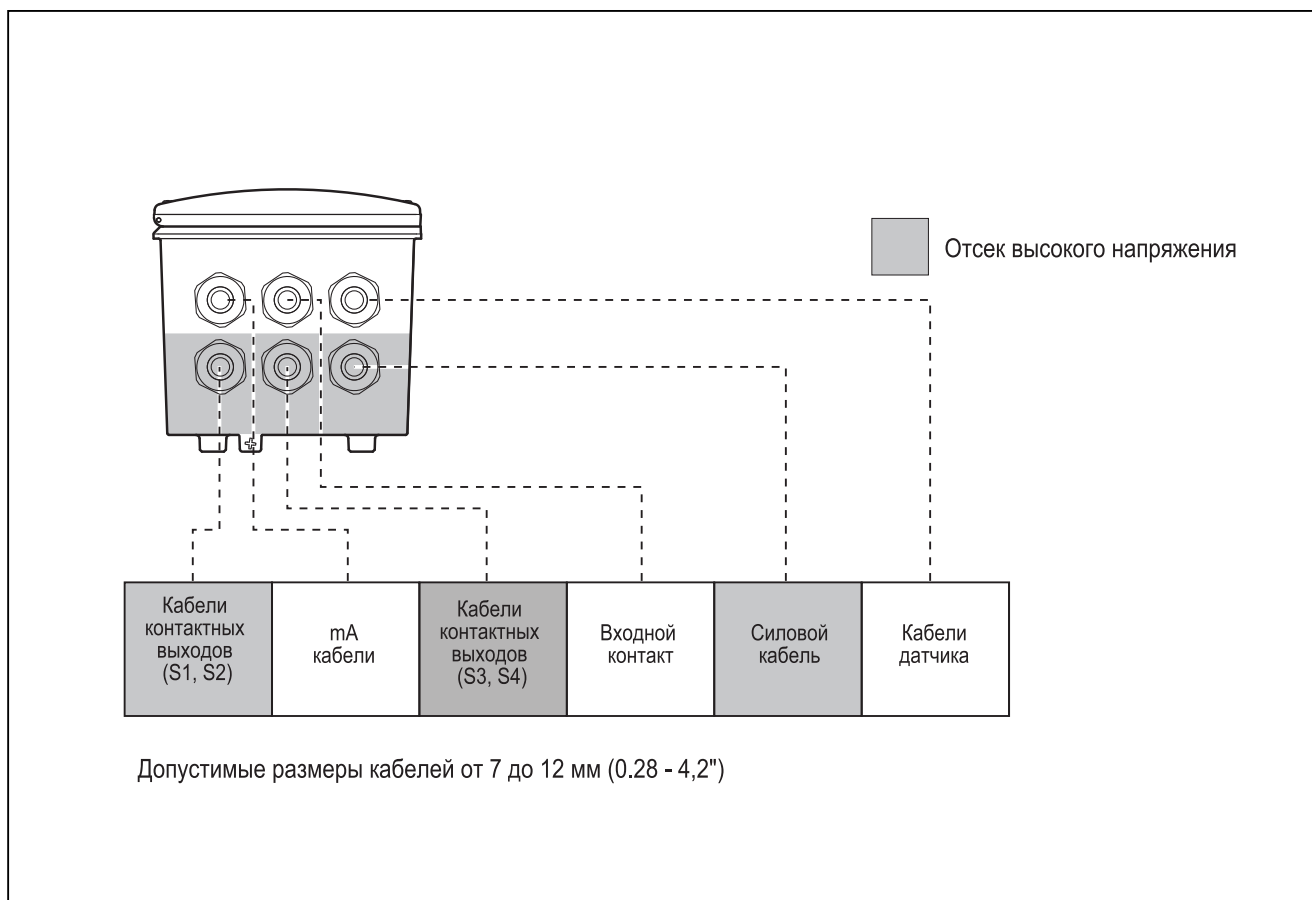

Рисунок 3-5. Конфигурация системы
7. Используйте три передних сальника для аналоговых выходов, входов датчика, контактных входов и соединений для связи по протоколу HART® (см. рисунок 3-5).